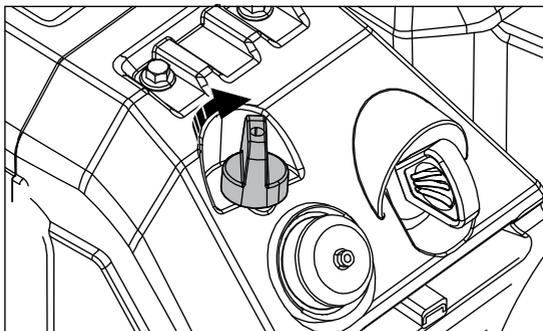

Рис. 23
18. После запуска двигателя дайте ему прогреться в течение 1-2 минут и переведите рычаг воздушной заслонки в положение «Открыто» (рис. 23).